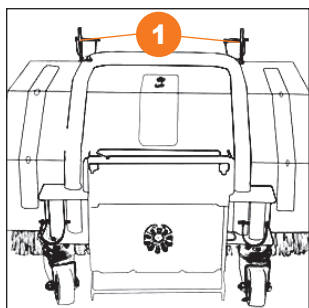

Рис. 21
- Отсоедините крепеж с кронштейнов **1** на щетке машины (Рис. 21).